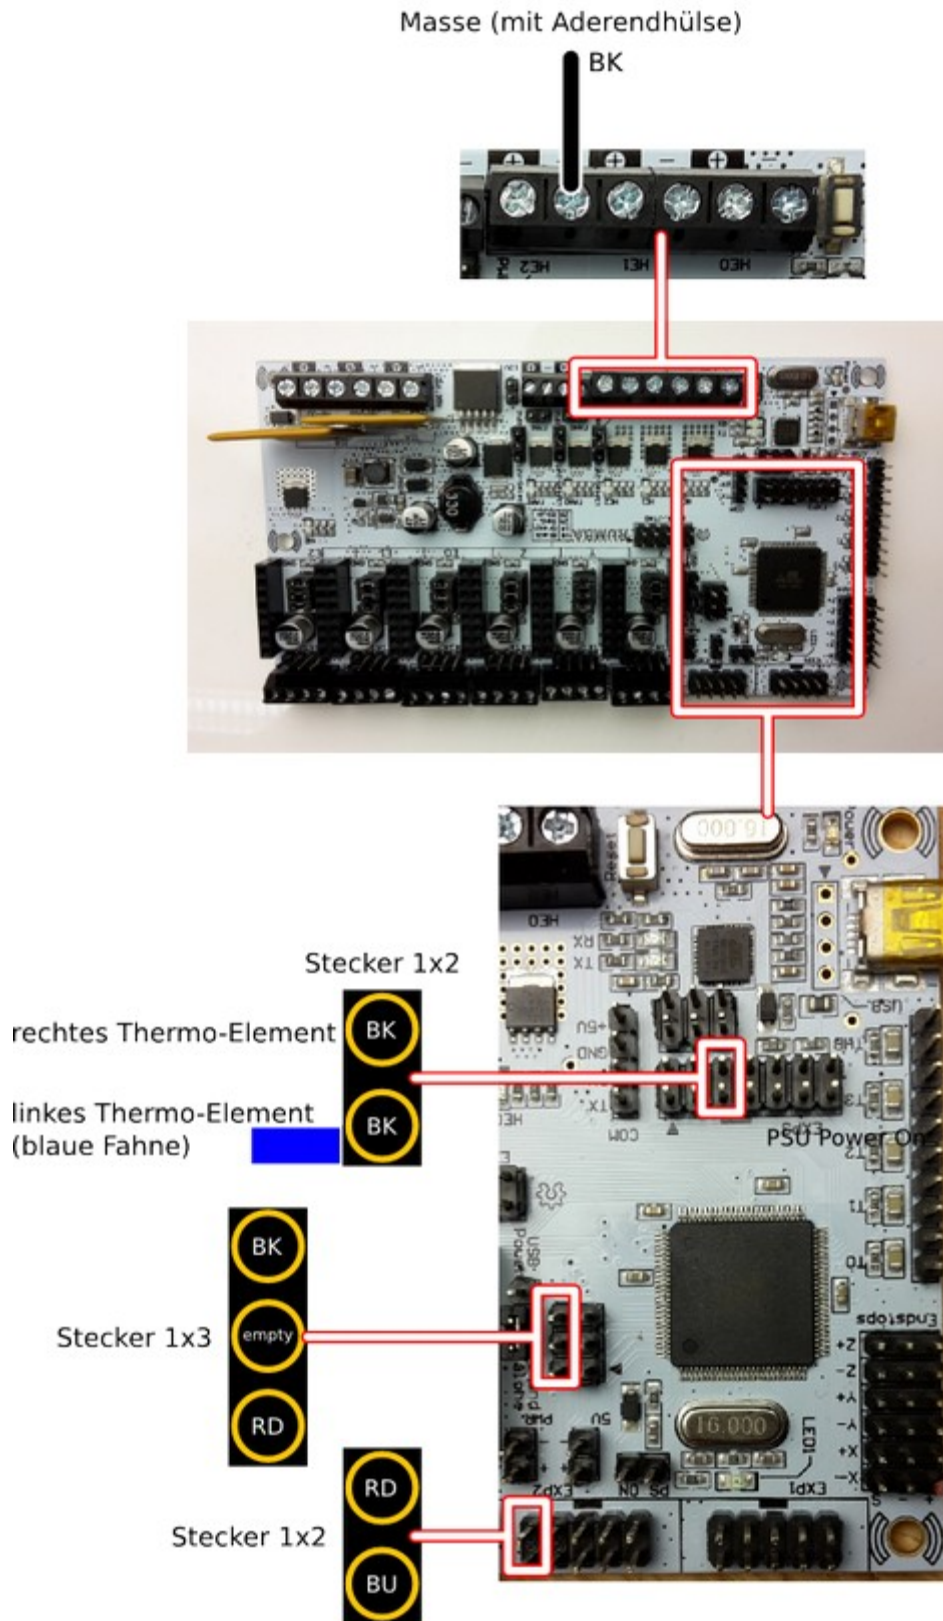

Abb. 1: Übersicht der Steckerverbindungen am RUMBA-Board
8. Schließen Sie den Kabelbaum gemäß Abb. 1 am RUMBA-Board an.